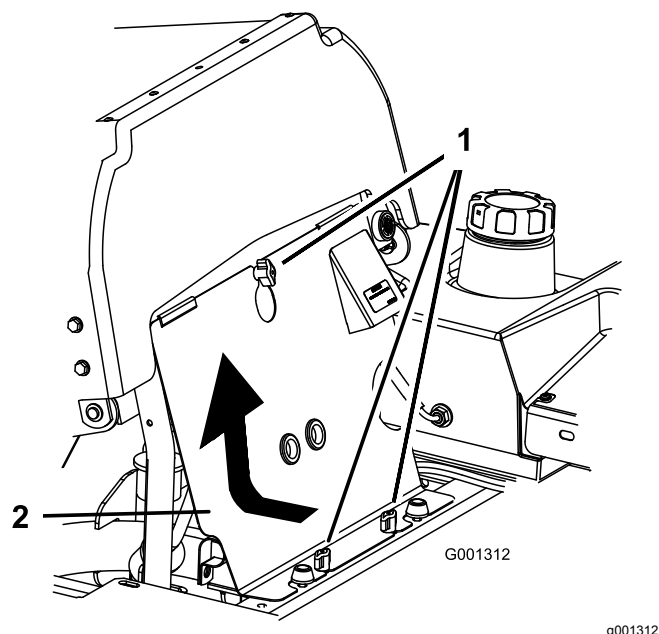

Figure 78
3. Desserrez les boutons du panneau du moteur et déposez le panneau (Figure 78).